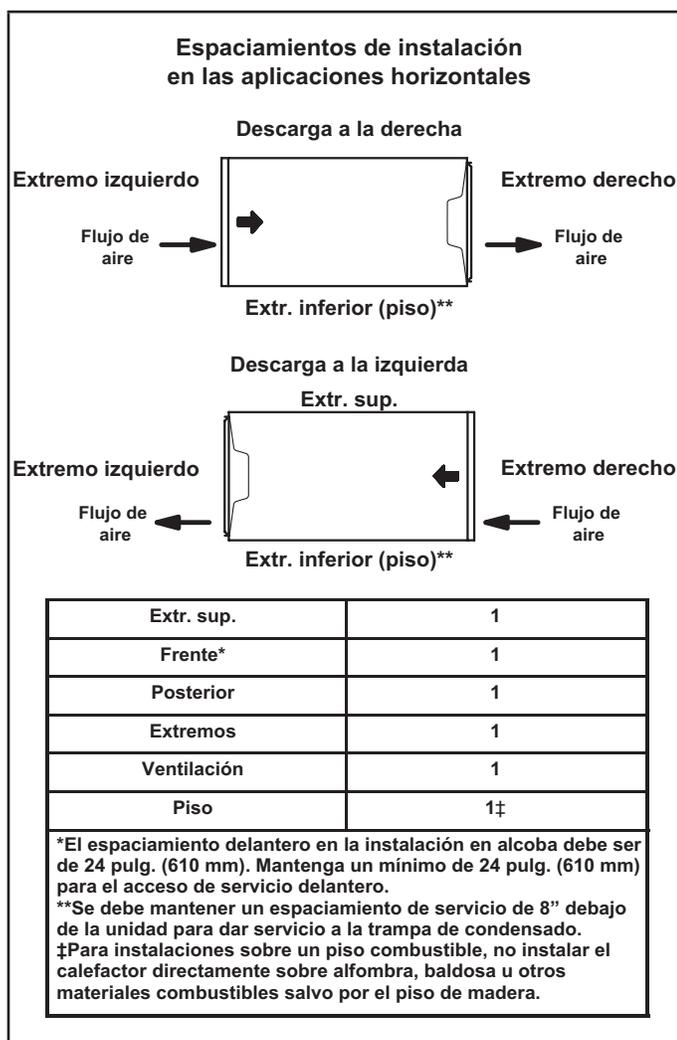

FIGURA 17
El calefactor EL195UHNEK se puede instalar en aplicaciones horizontales con descarga de aire a la derecha o a la izquierda. Consultar la FIGURA 17 con respecto a los espaciamientos en aplicaciones horizontales.
- 1 - Seleccione la ubicación de la unidad teniendo en cuenta el espaciamiento de servicio y otros espaciamientos necesarios. Ver FIGURA 17.